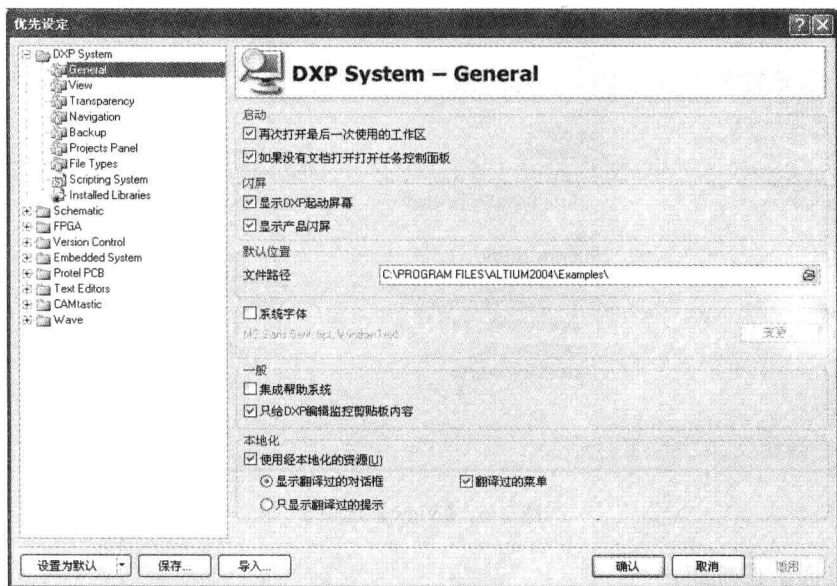

图 2-5 【General】选项卡
1) 【General】选项卡 如图 2-5 所示，主要用于设置系统的常规参数。